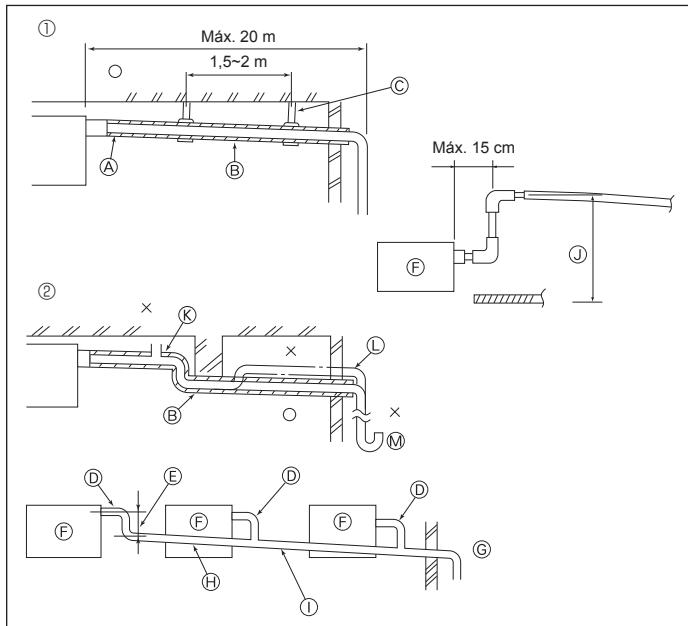

Fig. 3-4
3.4. Trabalho de tubagem de drenagem (Fig. 3-4)
- ① Tubagem correta
- ② Tubagem errada